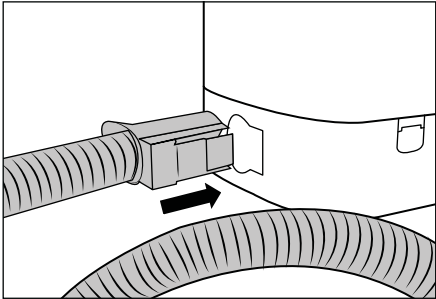

Fig. 2
- ◆ Vendosni tubin e spërkatjes/thithjes 19 në li-dhjen e tubit të spërkatjes/thithjes 17 të pajisjes derisa butoni i çkyçjes 21 të fiksohet në vendin e tij (shih Fig. 2).